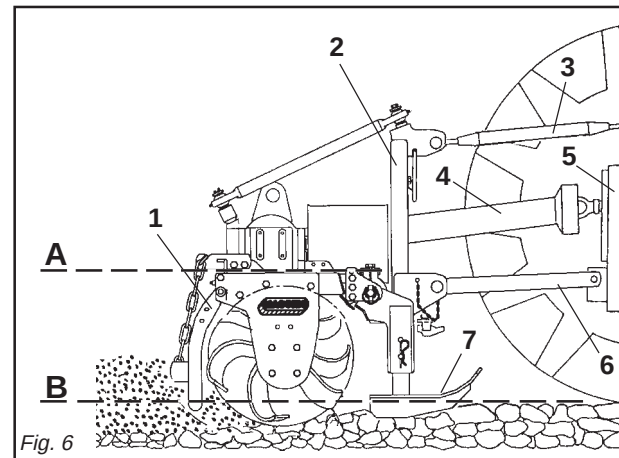

Fig. 6
- 4 - Collegare il terzo punto superiore ed effettuare una corretta regolazione con il tirante di regolazione (3 Fig. 6) verificando che il piano superiore della zappatrice (A Fig. 6) risulti parallelo al piano terra (B Fig. 6). Ciò è molto importante allo scopo di ottenere il parallelismo tra l'asse della zappatrice e quello della presa di forza del trattore. Operare in queste condizioni significa limitare le sollecitazioni sulla presa di forza stessa e prolungare la durata dell'albero cardanico e della zappatrice stessa.
- 4 - Connect the upper third-point and correctly regulate by means of the adjuster (3 Fig. 6), checking that the upper surface of the steerage hoe (A Fig. 6) is parallel to the ground (B Fig. 6). This is very important since it achieves parallelism between the axis of the steerage hoe and that of the tractor pto. When the implement operates in these conditions, there will be less stress on the pto itself while the cardan shaft and implement will be much less subject to wear.
- 4- Den oberen Kupplungspunkt anschließen und den oberen Lenker (3 Abb. 6) korrekt einstellen. Sicherstellen, daß die obere Haubenkante der Hackfräse (A Abb. 6) parallel zum Boden (B Abb. 6) steht. Das ist sehr wichtig, um die Parallelität zwischen der Achse der Hackfräse und der der Schlepper-Zapfwelle zu erhalten. Wenn diese Parallelität gegeben ist, wird die Zapfwelle weniger belastet und das Leben von Gelenkwelle und Gerät wird verlängert.
- 4- Reliez le troisième point supérieur et réglez correctement à l'aide du tirant (3 Fig. 6). Assurez-vous que le plan supérieur de la houe rotative (A Fig. 6) soit pratiquement parallèle au terrain (B Fig. 6). Ceci est très important en vue d'obtenir le parallélisme entre l'axe de la houe et celui de la prise de force du tracteur. Travailler dans ces conditions signifie limiter les sollicitations sur la prise de force et prolonger la durée de l'arbre à cardans, mais aussi de la machine.
- 4 - Conectar el tercer punto superior y efectuar una correcta regulación con el tirante de regulación (3 Fig. 6) controlando que el plano superior de la binadora (A Fig. 6) resulte paralelo al plano al nivel del suelo (B Fig. 6). Esto es muy importante para obtener paralelismo entre el eje de la binadora y el eje de la toma de fuerza del tractor. Esto permite limitar los esfuerzos sobre la toma de fuerza misma y hacer durar el árbol cardánico y la máquina misma.